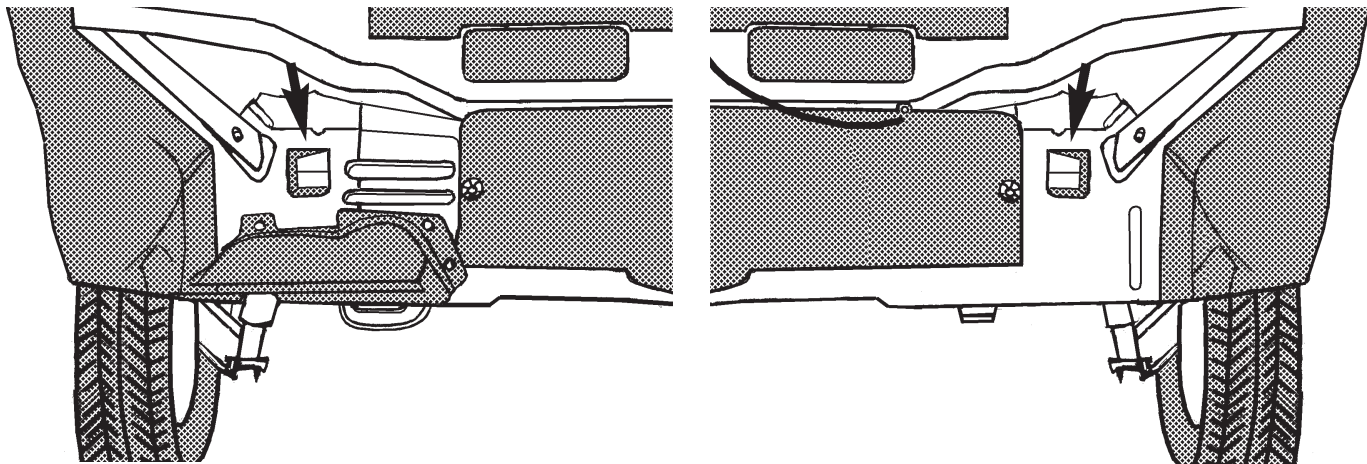

FIG.1
2. Positionner l'attache-remorque dans les longerons de châssis (voir la fig.1) et la fixer à l'emplacement des points A avec quatre boulons M10x30, y compris les contre-pièces (40x5 L=40mm) et les rondelles grower. Serrer les boulons conformément au tableau. Mettre les deux blocs de mousse PE pour le colmatage dans le châssis
2. Placera dragkroken i chassibalkarna (se fig. 1) och fäst den på punkterna A med fyra skruvar M10x30 inklusive motbrickor (40x5 L=40 mm) och fjäderbrickor. Momentdrag skruvarna enligt tabellen. De två PE-skumblocken placeras som tätning i chassi.
2. Anbring anhængertrækket i chassisvangerne (jævnfør fig. 1). og monter dette ved punkterne A med fire bolte M10x30 inklusiv spændplader (40x5 L=40mm) og fjederskiver. Spænd boltene ifølge tabellen. Anbring de to PE skumgummistykker til at tætne chassis med.
2. Colocar el gancho de remolque en los travesaños del chasis (véase la fig. 1) y fijarlo a la altura de los puntos A con cuatro tornillos M10x30 inclusive contratuerzas (40x5 L=40mm) y arandelas grover. Apretar los tornillos de acuerdo con la tabla. Colocar ambos bloques de espuma PE en chasis para obturarlos.